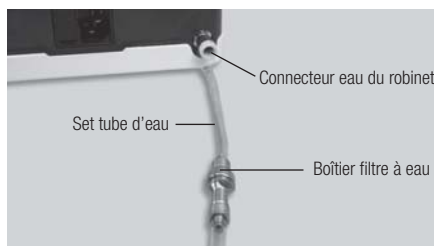

Fig. 6
- 2) Connectez le côté du filtre du tube d'eau profondément dans le connecteur d'eau du robinet sur le boîtier de contrôle (Fig. 6).